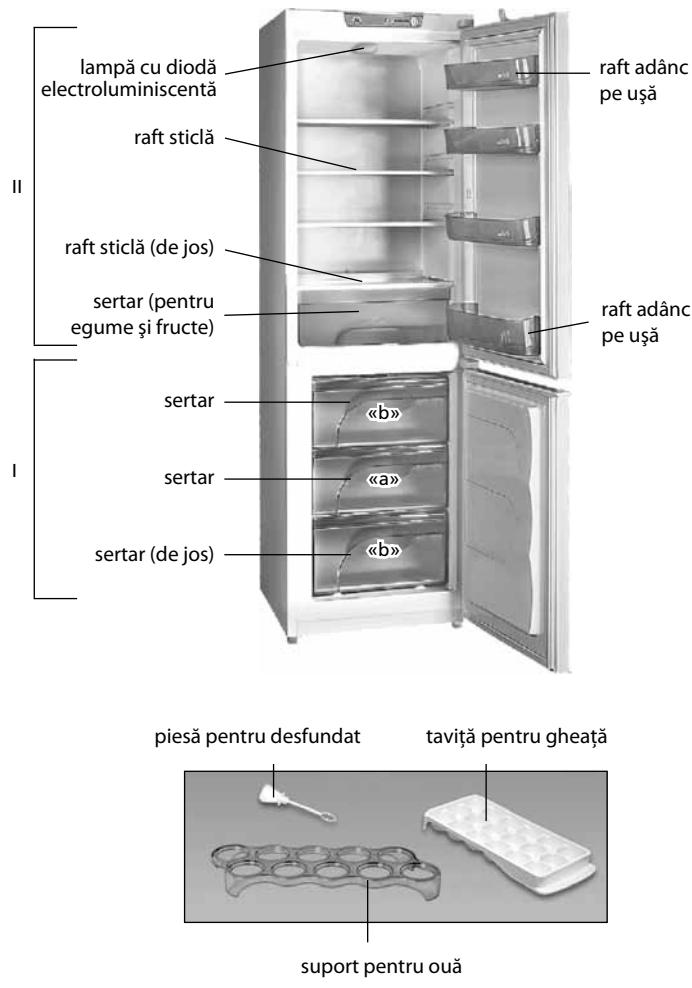

Figura 1 – Frigider și piese componente
1.1 Frigiderul încorporabil cu congelator (în continuare - frigider) este destinat pentru congelarea și păstrarea pe termen lung a alimentelor congelate, prepararea gheții alimentare în camera de congelare (în continuare - CC); pentru răcirea și păstrarea pe termen scurt a produselor alimentare, băuturilor, fructelor și legumelor camera frigorifică (în continuare - CF), în conformitate cu figura 1.
1.3 Pentru iluminarea în frigider este folosita o lampă cu diodă electroluminiscentă, în conformitate cu figura 1.
1.4 Setul de livrare include: piese componente (vezi figura 1) și setul de piese de montaj (vezi figura 2).